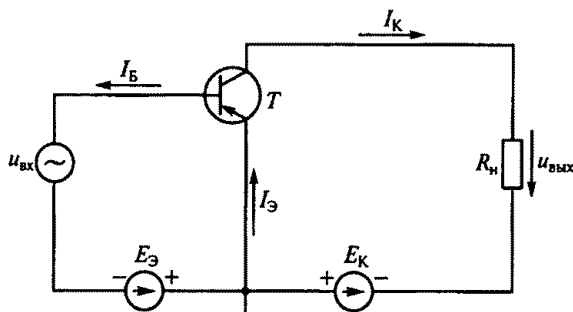

Рис. 184
7.21.Р. При включении биполярного транзистора T по схеме с общей базой коэффициент усиления по току равен 0,95. Чему равен коэффициент усиления по току биполярного транзистора, если его включить по схеме с общим эмиттером, как показано на рис. 184?